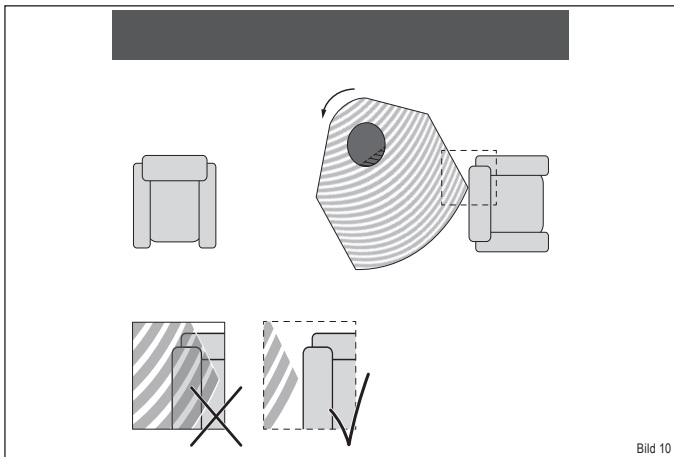
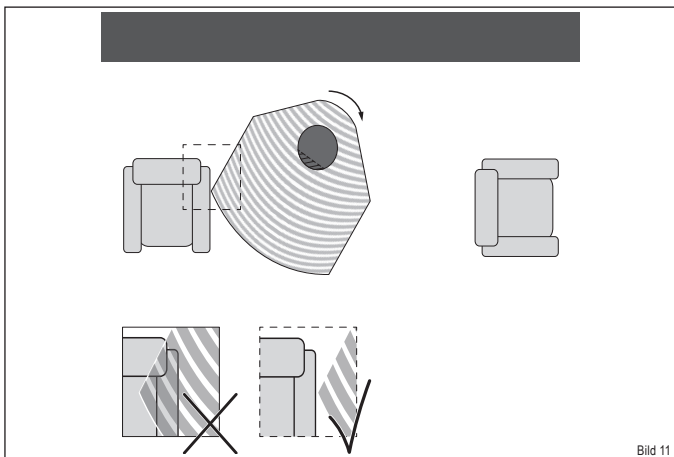

Bild 10
Bild 11
- ▶ In dem eingestellten Drehwinkel des Kaminofens darf sich innerhalb des Strahlungsbereiches kein brennbares Material wie, z. B. Möbelstücke befinden. (Bild 10 und Bild 11).